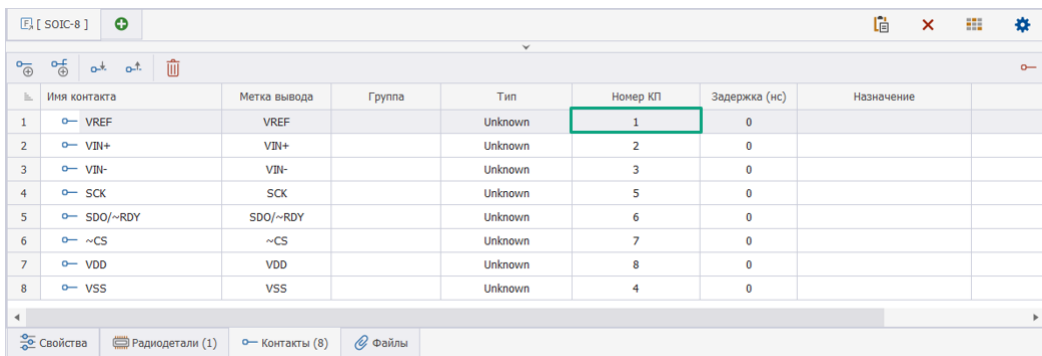

Рис. 274 Результат сопоставления в таблице контактов
4. В таблице контактов отображается сопоставление контактной площадки посадочного места с выбранным контактом, см. Рис. 274.